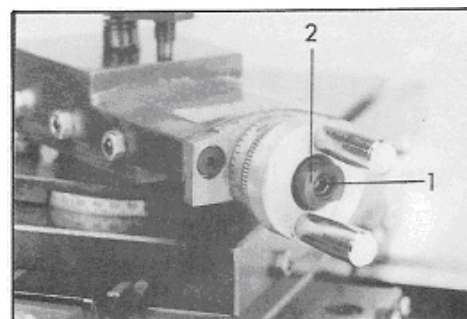

Рис. 28
Освободите резьбовой штифт (1, Рис. 28). Отрегулируйте гайку (2) таким образом, чтобы винт не имел зазора в радиальном направлении. Закрутите гайку на резьбовом штифте.